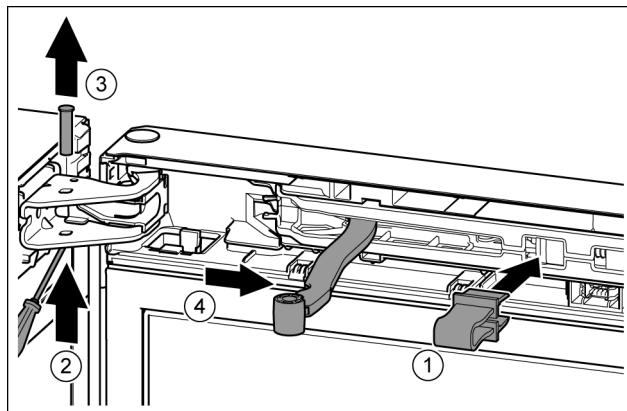

Fig. 10
- ▶ 将安全装置卡入开口。Fig. 10 (1)
- ▶ 用螺丝刀将螺栓推出。Fig. 10 (2)
- ▶ 向上取出螺栓。Fig. 10 (3)
- ▶ 将铰链转向门的方向。Fig. 10 (4)